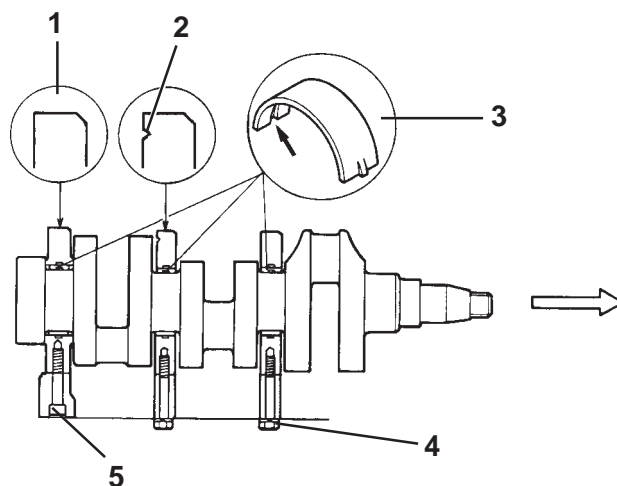

Fig. 79a Pose des chapeaux de palier de vilebrequin MD2010, MD2020, MD2030
**Remarque :** Le bord chanfreiné (1, figures 79a et 79b) devra venir vers l'avant sur tous les chapeaux de palier.
4. Positionner le chapeau de palier qui comporte une gorge d'huile (2, figures 79a et 79b).
**Remarque :** les coussinets avec une gorge d'huile (3, figures 79a et 79b) seront placés dans le chapeau de palier **supérieur**.